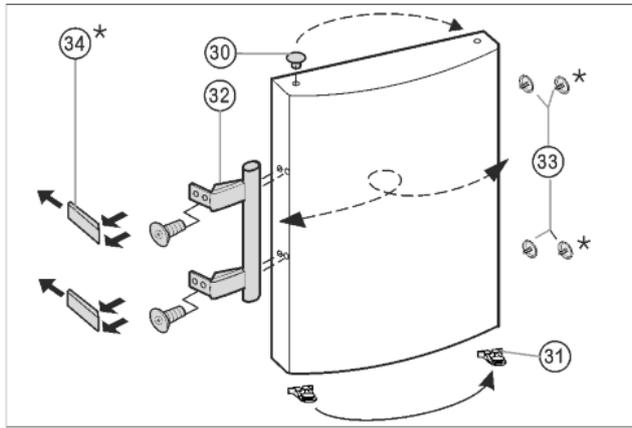

Fig. 8
- ▶ Estrarre il tappo Fig. 8 (33) dall'alloggiamento del supporto della porta e spostare.
- ▶ Smontare la maniglia della porta Fig. 8 (32), il tappo Fig. 8 (33) e le piastre di spinta* Fig. 8 (34) e spostare sul lato opposto.